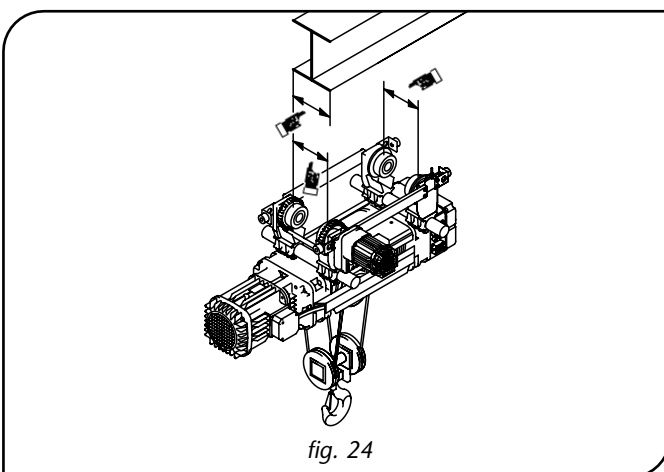

fig. 24
- Si le palan est équipé d'un chariot monorail DST, vérifier la largeur d'aile de poutre qui doit correspondre à celle définie pour les galets de chariot (fig. 24).